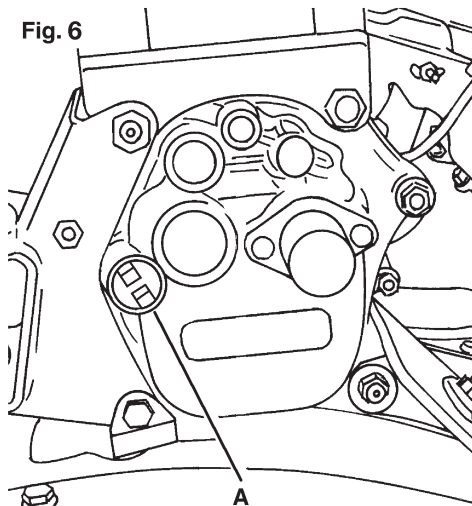

Fig. 8
- Fate attenzione che l'interruttore sia in posizione di avviamento (fig. 8 , part. B).
- Per lo spegnimento del motore, agite sullo spegnimento (fig. 8, part. B) ruotandolo a destra o a sinistra.